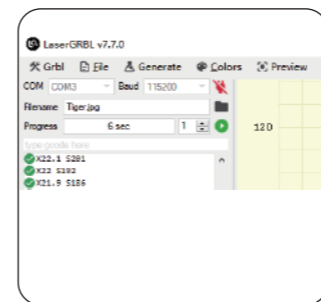

Figura 18 Iniciar grabado/corte
- Después de completar todas las configuraciones anteriores, haga clic en el botón verde como se muestra en la Figura 18 para comenzar a grabar/cortar. Al lado del botón de inicio hay un número editable que representa el número de veces de grabado/corte. El software LaserGRBL permite múltiples operaciones consecutivas en la misma imagen, lo que resulta especialmente útil durante las operaciones de corte.